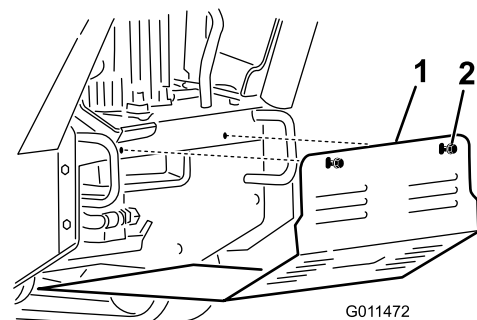

Figure 27
2. Desserrez l'un après l'autre les deux boulons qui fixent le panneau de protection inférieur jusqu'à ce qu'il se détache (Figure 27).
2. Glissez le panneau dans la machine jusqu'à ce qu'il repose sur les 4 languettes (Figure 27).